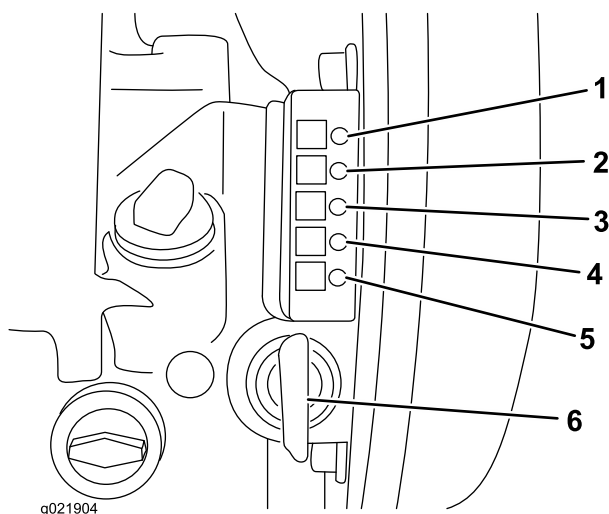

Figura 13
2. Inserte la llave en el interruptor de arranque y gírela en sentido horario para arrancar el motor (Figura 13).
3. **Modelo 68075 solamente:** Gire la llave en sentido antihorario a la posición de Apagado (se apagarán todos los indicadores) y retire la llave del interruptor de encendido (Figura 13).